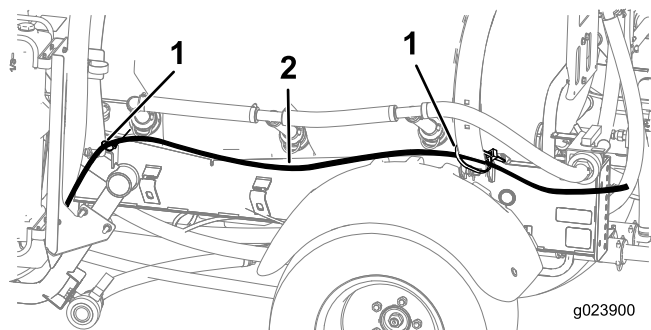

Figura 16
2. Encaminhe os dois tubos de espuma das rampas para a frente para o lado da máquina com o suporte de montagem (Figura 16).